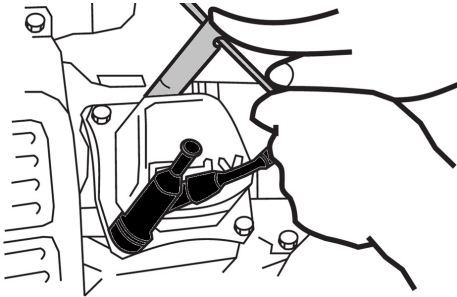

Рис.18 Обслуживание свечи зажигания
2. Открутите свечу зажигания свечным ключом (Рис. 18).